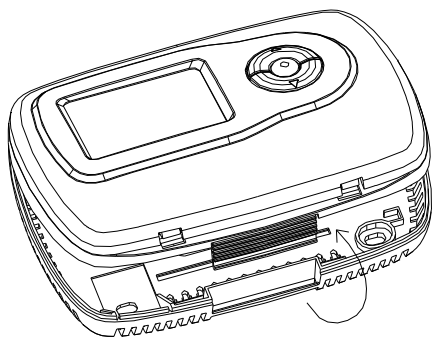

Figura 2
- Remover la placa de pared de su termostato presionando la lengüeta en el inferior del termostato. Ver figura 2.
- Inserte las pestañas en la parte superior del cuerpo del termostato en las ranuras de la parte superior de la placa de pared . Presione la parte inferior del cuerpo del termostato con el inferior de la placa de pared . Consulte la Figura 2. ( NOTA : No fuerce el termostato en la placa de pared , los terminales podrían dañarse Si no se ajustan correctamente, el termostato puede no funcionar )